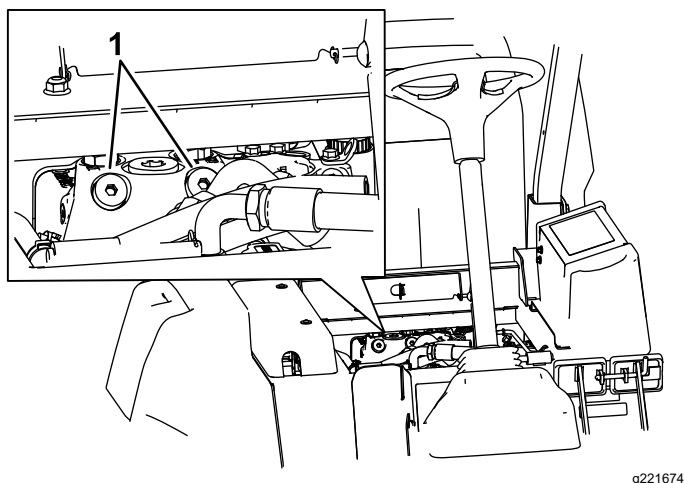

Figura 39
1. Sollevate il sedile e individuate le valvole di bypass, che sono posizionate sotto la parte anteriore del serbatoio del carburante (Figura 39).